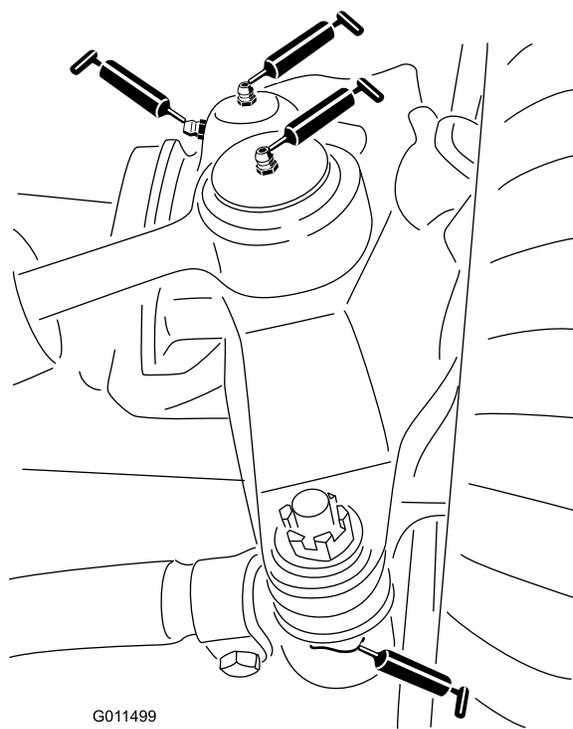

Figura 37
- 2 giunti a sfera del cilindro di sterzata (Figura 37)
- 2 giunti a sfera del tirante (Figura 37)
- 2 boccole del perno del fuso a snodo (Figura 37).